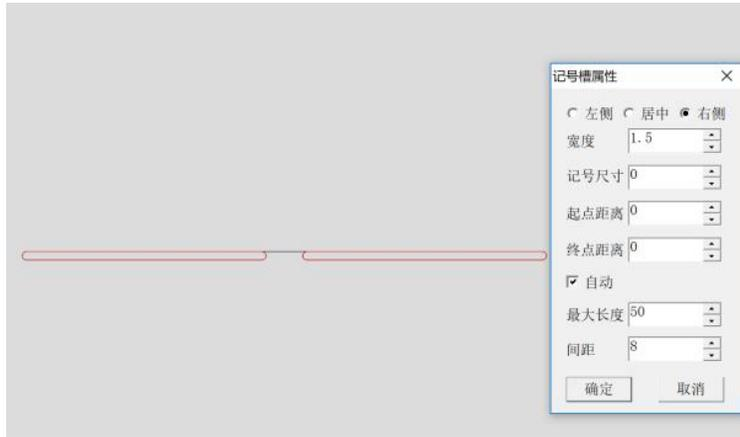

图 34.2
(1) 左键单击曲线或框选曲线，按右键结束，弹出【记号槽属性】对话框，输入所需记号槽的位置（左侧、居中、右侧）、宽度、起点距离和终点距离、槽线的最大长度和间距，按确认，曲线即可生成自动记号槽（如图 34.2）；